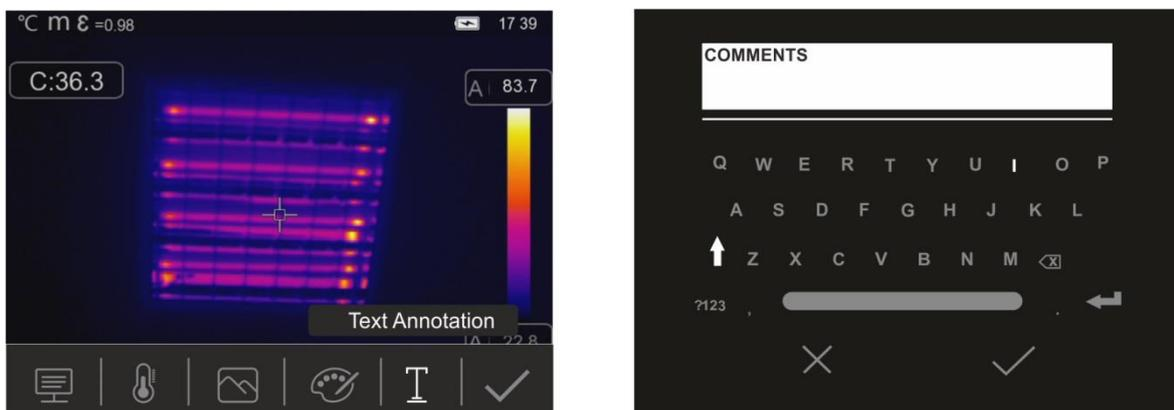

Fig. 45: Insérer une annotation textuelle dans l'image
4. Touchez l'icône «**T**» pour insérer une annotation textuelle dans l'image. La page-écran de la Fig. 45 – partie droite s'affiche à l'écran